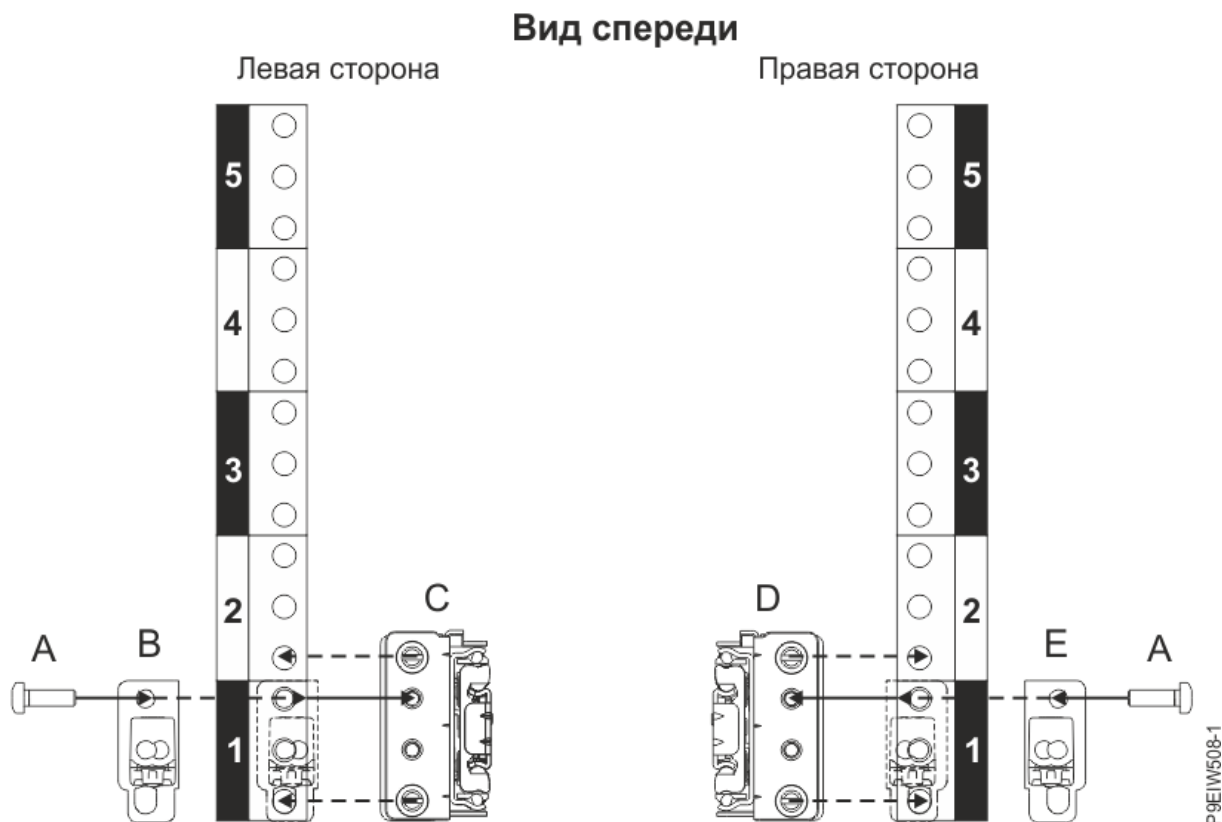

Рисунок 4. Прикрепления раздвижных направляющих спереди стойки
2. Подойдите к стойке спереди и разместите левую выдвижную направляющую (**С**) между левой передней и левой задней монтажной опорой стойки EIA, как показано на Рисунок 4 на стр. 5.
5. Разместите крепежную скобу (**В**) поверх передней части направляющей, как показано на Рисунок 4 на стр. 5.
7. Повторите шаги “1” на стр. 5 - “6” на стр. 5 для правой раздвижной направляющей (**D**), как показано на Рисунок 4 на стр. 5. Правая направляющая имеет маркировку R с обратной стороны.